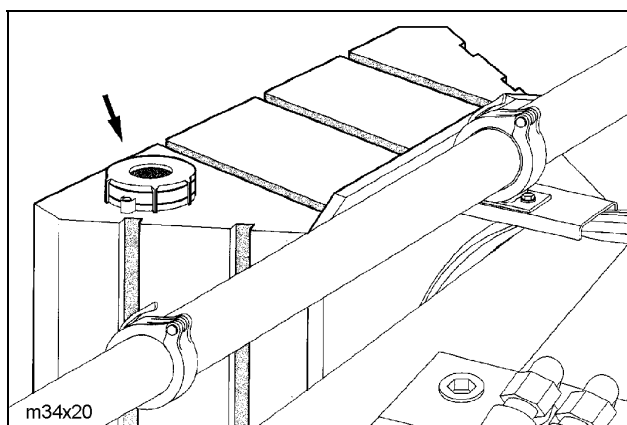

Fig. 3
- **¡Abrir la tapa de llenado del depósito de agua (Fig. 3)!**